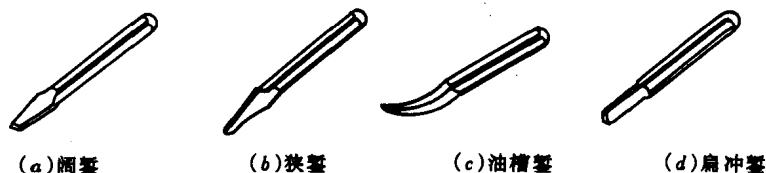

图 1-10 常用錾子
(1) 手锤 钳工常用的敲击工具,由锤头、木柄和楔子组成。
(2) 錾子 錾削工件的工具,用碳素、工具钢(T 7A 或 T 8A)经锻打成形后再进行刃磨和热处理而成,钳工常用錾子如图 1-10 所示。